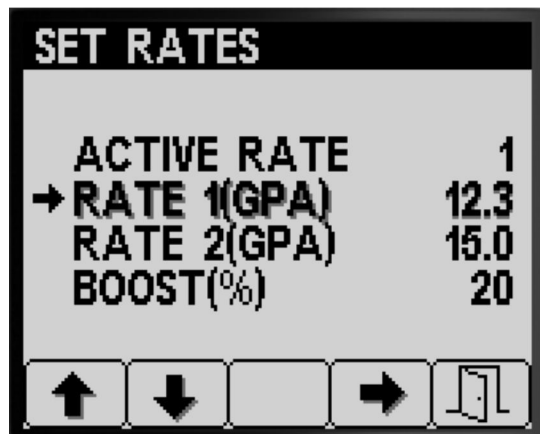

図6
1. ボタン1と2でRATE 1またはRATE 2へ移動図6。
2. ボタン4はレートの選択図6。